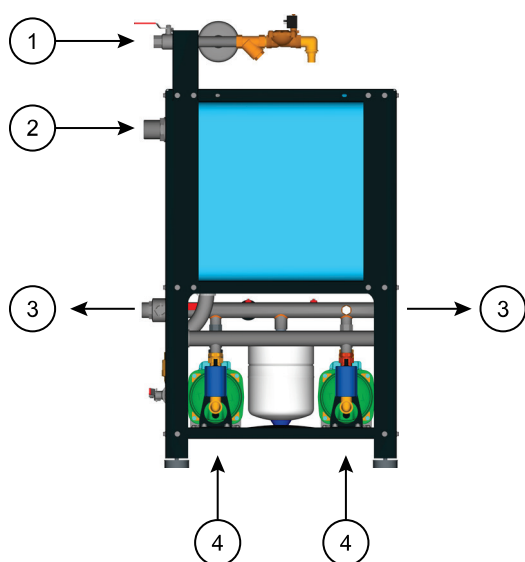

Fig. 3
Après avoir positionné et stabilisé l'AQUATWIN TOP procéder au raccordement avec le réseau public en utilisant un tuyau de 1" branché à la vanne d'arrêt (réf.1. fig.3).
**Raccorder les aspirations** (réf.4. fig.3) aux tuyaux provenant des citernes d'accumulation de l'eau de pluie, en veillant à créer une pente desdits tuyaux vers le réservoir pour éviter la formation de poches d'air (éviter les cols de cygne, les tuyaux ne doivent jamais passer au-dessus des pompes), éviter également que les tuyaux créent des efforts au niveau des orifices d'aspiration. Installer le système le plus près possible de la citerne de collecte de l'eau de pluie, pour assurer un bon rendement de la pompe ; ne jamais dépasser 20 mètres de longueur et 3 mètres de hauteur d'aspiration. Si la longueur et la hauteur d'aspiration sont supérieures, utiliser une autre pompe reliée en série à celle du système pour éviter tout problème du système. Le point d'aspiration doit toujours garantir l'aspiration d'eau propre, utiliser un kit d'aspiration et des vannes avec filtre pour protéger l'équipement et éviter que des impuretés bloquent les vannes ou des parties internes des pompes.
**Le raccordement au réseau** des utilisations secondaires (eau non potable) peut être effectué d'un côté ou de l'autre du collecteur de refoulement (réf.3 fig.3) avec un tuyau flexible de 1"1/2; il n'est pas nécessaire d'installer un vase d'expansion, le système AQUATWIN TOP est déjà muni d'un vase de 8 litres.
**Raccorder le trop-plein** avec un tuyau de 2" (réf.2 fig.3), ce tuyau devra aboutir à un puisard d'évacuation pour éviter les inondations en cas de mauvais fonctionnements ou débordements du système.